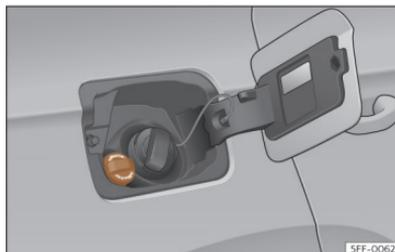

Abb. 194 Verschlussdeckel des AdBlue®-Tanks
- Öffnen Sie die Tankklappe >>> (Abb. 194).
- Verschlussdeckel SCR-Einfüllstutzen nach links drehen >>> (Abb. 194).